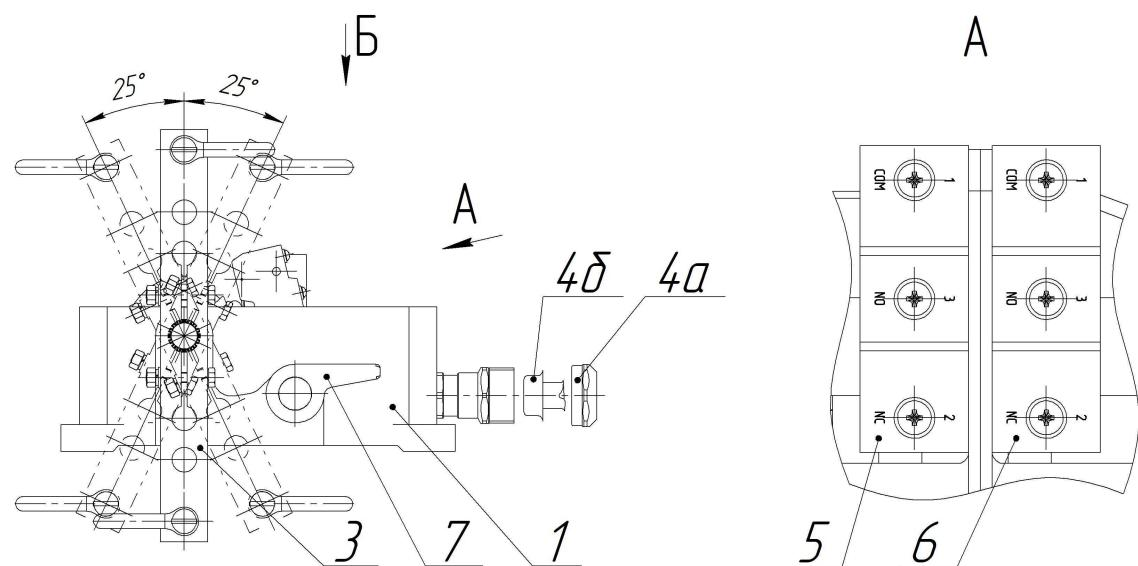

Рис.1
Выключатель АТВ-0206 (поз.1, Рис.1) оснащён коромыслом (поз.3), предназначенным для присоединения тросов. Монтаж выключателя, присоединение и натяжение тросов производятся в соответствии с инструкциями, приведёнными в разделе 7.
- 7.6.1. Снять крышку (поз.2) (Рис.1).
- 7.6.2. Отвернув накидную гайку (поз.4а) (Рис.1) гермоввода, надеть её на металлорукав.
- 7.6.3. Оконцеватель металлорукава (поз.4б) (Рис.1) ввернуть в металлорукав.